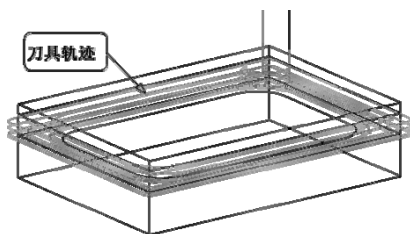

图 2-25 生成刀具轨迹
2) 单击鼠标右键确认，系统开始计算，稍后得出刀具轨迹如图 2-25 所示。